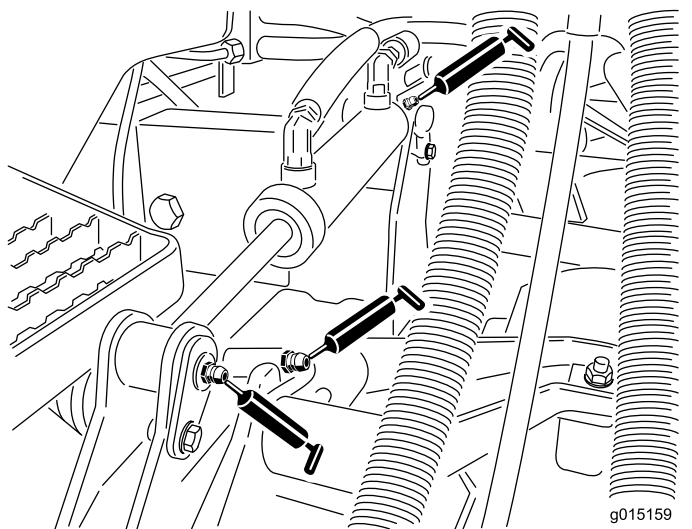

图 49
- 提升臂轴套每个滚刀组 1 个 (图 49)
- 提升油缸轴套每个滚刀组 2 个 (图 49)